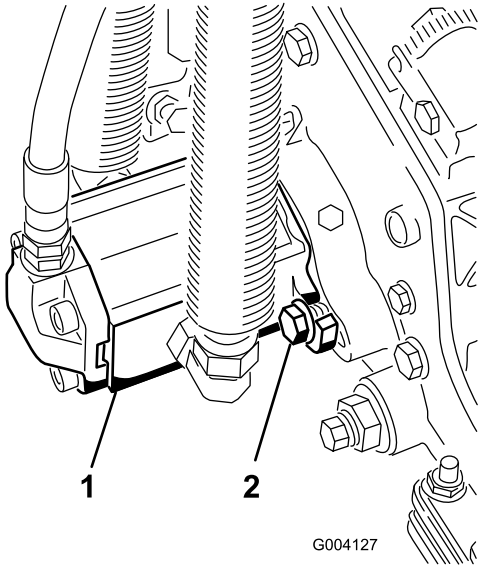

Figura 14
16. Instale el motor girándolo en el sentido de las agujas del reloj de modo que las bridas del motor no choquen con los pernos (Figura 14). Gire el motor en el sentido